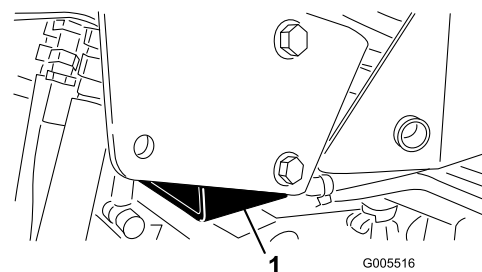

Figure 35
- Côté droit – sous l'appui de cric et adjacent au support du système antiretourneement (ROPS) (Figure 35)